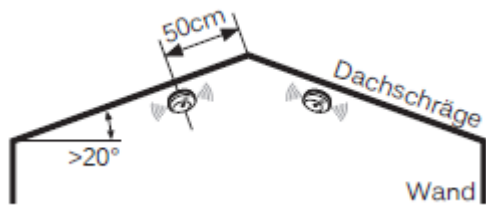

Abbildung 1: Befestigung des Funk-Rauchwarnmelders an der Dachschräge
- *Dachboden:* Beim Dachboden sollte ein Abstand zur Dachspitze von mindestens 50cm eingehalten werden (*siehe Abbildung 1*).